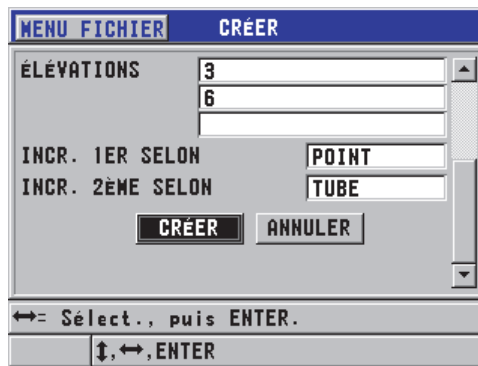

Figure 6-25 Configuration de la plage des identificateurs d'un fichier de données de type chaudière
3. Sur la deuxième page de l'écran **CRÉER**, faites ce qui suit (voir la Figure 6-25 à la page 122) :